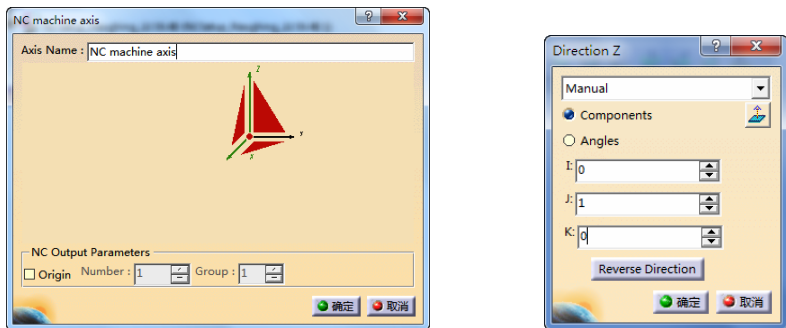

图 6-7 Z 轴方向设定（1）
- 单击对话框中的 Z 轴，系统弹出“Direction Z”对话框，Z 轴方向设定（1）如图 6-7 所示。单击“确定”按钮完成设定。